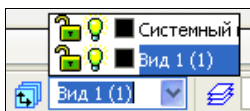

Рис. 2.25. Поле Состояние видов
- ◆ задайте точку привязки. В указанной точке появился системный символ начала координат. Теперь все абсолютные координаты будут отсчитываться от этой точки. Вид с номером 1 стал текущим в поле **Состояние видов** на панели инструментов **Текущее состояние**. Для проверки нажмите на черный треугольник в этом поле. Откроется список (рис. 2.25) из двух видов: только что созданного Вода 1 (1) и системного с номером 0. Чтобы сделать текущим другой вид, введите или выберите из списка нужный (имя и номер). С левой стороны имеются значки, позволяющие управлять состоянием свойств "Активность" и "Видимость" видов.